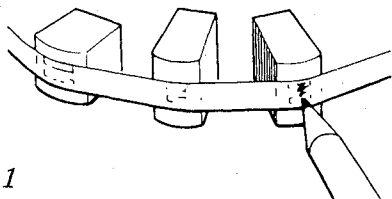

Abbildung 1
- Falls Sie die Tonkopfabdeckung entfernt haben, können Sie mit einem Filzstift genau die Stelle des Bandes markieren, die sich am Wiedergabekopf befindet (siehe Abbildung 1).